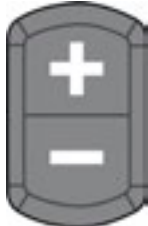

FIG. 26
- 1) Sæt betjeningshåndtaget til hydraulikken (**FIG. 26 - Ref. 1**) i midterpositionen.
- 1) Sæt den gule kontakt (**FIG. 26 - Ref. 2**) i pos. "Center".
- 2) Sæt de hydrauliske ventiler og bomkontrollen (**FIG. 26 - Ref. 3**) på minimum Pos. "Turtle".
- 3) Drej nøglen (**FIG. 26 - Ref. 4**) til Pos. "1" for at starte maskinen.